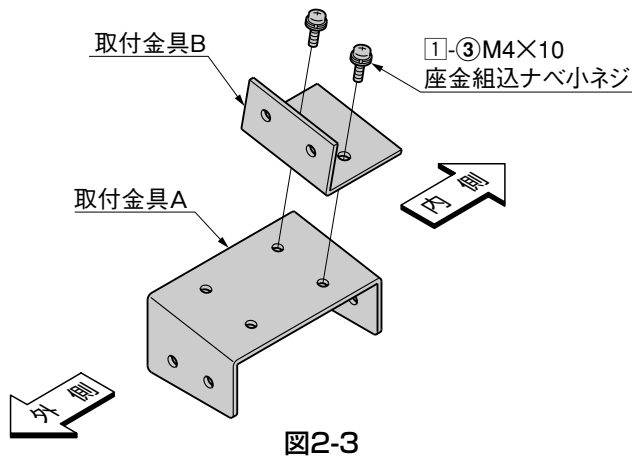

図2-3
- 図2-3は左側に取付ける場合を示します。右側に取付ける場合は、取付金具Bを図2-3と対称に組付けてください。